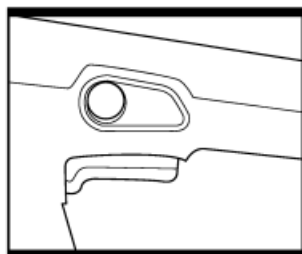

Fig. 2
2. DEMARRAGE ET ARRÊT (Fig. 2)